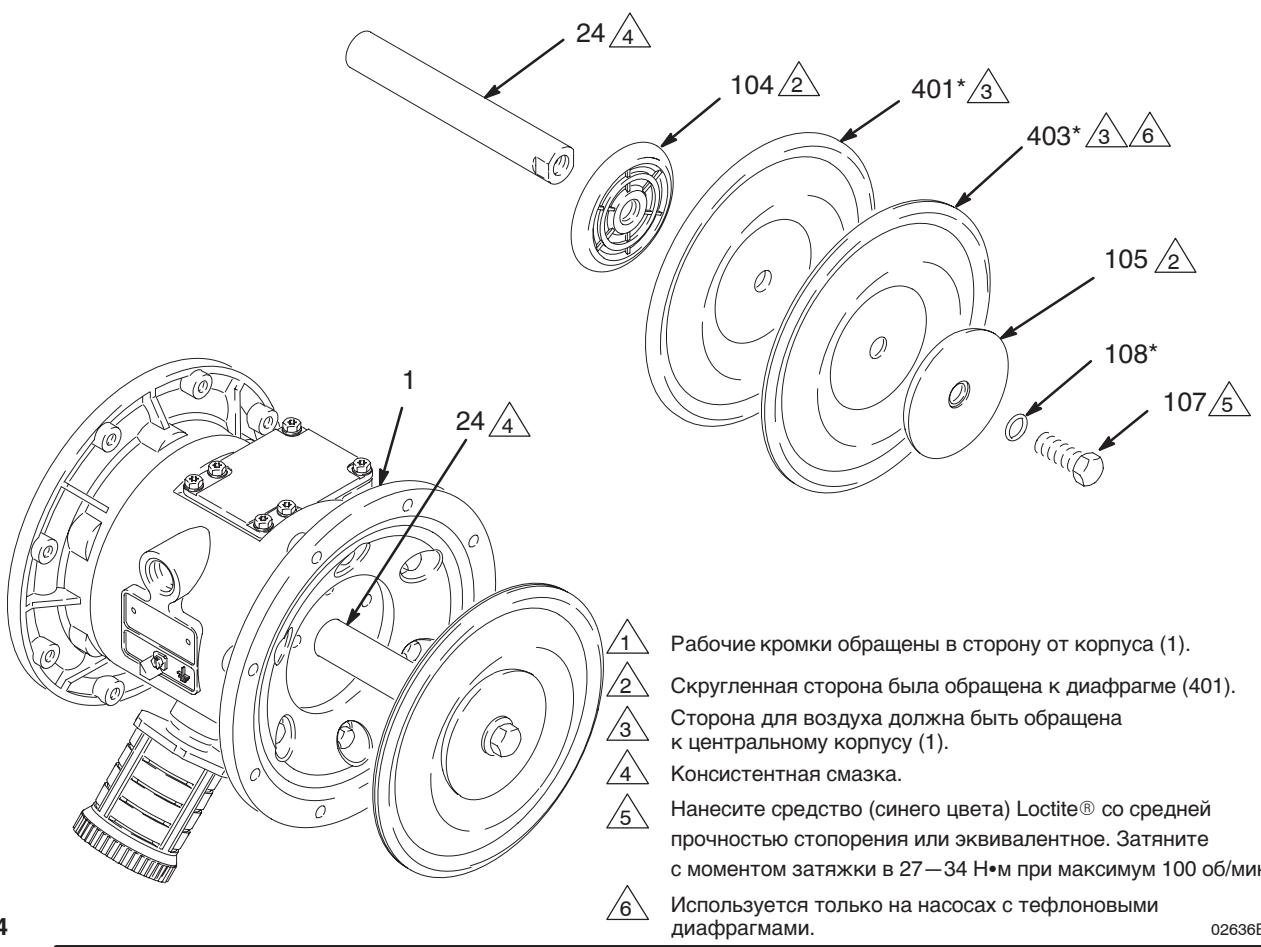

Рис. 14
4. Ослабьте затяжку, но не выкручивайте полностью болты оси диафрагмы (107), используя торцовый ключ на 15 мм (25 мм для моделей из нержавеющей стали) для обоих болтов.
5. Выкрутите один болт из оси диафрагмы (24) и снимите уплотнительное кольцо (108), пластину диафрагмы на стороне для жидкости (105), тefлоновую диафрагму (403, используемую на моделях с тefлоновыми элементами), диафрагму (401) и пластину диафрагмы на стороне для воздуха (104). См. Рис. 14.
6. Извлеките другой узел диафрагмы и ось диафрагмы (24) из центрального корпуса (1). Удерживая ось за скошенные поверхности с помощью гаечного ключа с открытым зевом на 19 мм, выкрутите болт (107) из оси. Разберите оставшийся узел диафрагмы.
7. Проверьте ось диафрагмы (24) отсутствие износа или царапины. В случае повреждения, осмотрите подшипники (19) прямо на месте. Если подшипники повреждены, тосмотрите стр. 22.
8. Введите в центральный корпус (1) крючок для уплотнительного кольца и подцепите и-образные прокладки (402), а затем извлеките их из корпуса. Это может быть выполнено без демонтажа подшипников (19) из своих мест.
1. Установите и-образные прокладки оси (402*) таким образом, что рабочие кромки были обращены **в сторону от** корпуса (1). Смажьте прокладки. См. Рис. 14.
2. Установите узел диафрагмы на одном конце оси (24) следующим образом:
- a. Установите уплотнительное кольцо (108*) на болте оси (107).
- b. Установите пластину диафрагмы на стороне для жидкости (105) на болт таким образом, что скругленная сторона была обращена к диафрагме (401).
6. Снимите прокладки крышек для воздуха (22). Всегда заменяйте прокладки новыми.
7. Воспользуйтесь съемниками для подшипников, чтобы снять подшипники оси диафрагмы (19), подшипники воздушного клапана (12) или подшипники направляющего стержня (15). Не допускается снимать неповрежденные подшипники.
8. Если Вы снимаете подшипники оси диафрагмы (19), то введите в центральный корпус (1) крючок для уплотнительного кольца и подцепите и-образные прокладки (402), а затем извлеките их из корпуса. Проверьте уплотнения. См. Рис. 14.